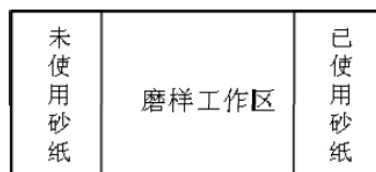

图 1 磨样工位及砂纸摆放顺序示意图
1. 在正式磨样前，清理工作台面的灰尘或磨料颗粒，以免影响磨样质量。将砂纸放置合适位置（建议如图 1 所示摆放，未使用的砂纸从上到下按照从细到粗的顺序叠放）。